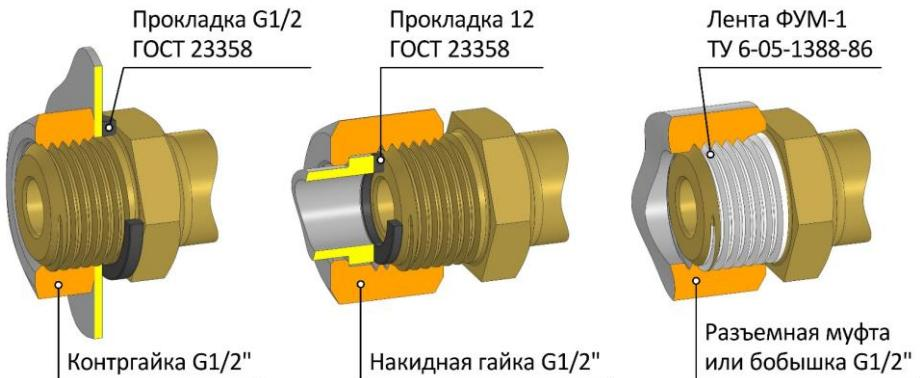

Рисунок 8.1 – Способы уплотнения присоединительной резьбы
- **Вариант монтажа №.1 (РЕКОМЕНДУЕМЫЙ):** сначала изделие полностью собирают, после чего устанавливают на оборудование. В этом случае указатель устанавливают одним из способов: в стенку емкости с помощью контргаек, на ниппели с накидными гайками, на фланцы или в приварные бобышки посредством разъемных муфт (см. рисунок 8.1). Особое внимание следует уделить сохранности смотровой трубы при работе гаечными ключами, а также не допускается нагрузка на трубку под весом фитингов.